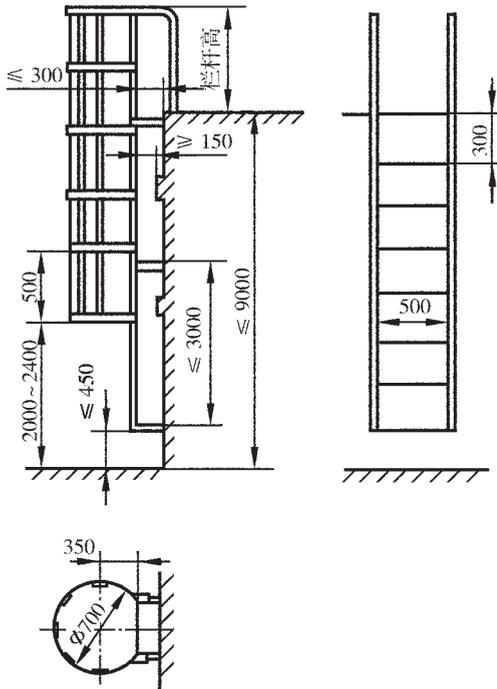

图 1 钢直梯示意图
- 1.1 固定式钢直梯：固定在建筑物或设备上，与水平面垂直安装的钢直梯（见图 1）。
- 2.6 钢直梯每级踏棍的中心线与建筑物或设备外表面之间的净距离不得小于 150 mm（见图 1）。